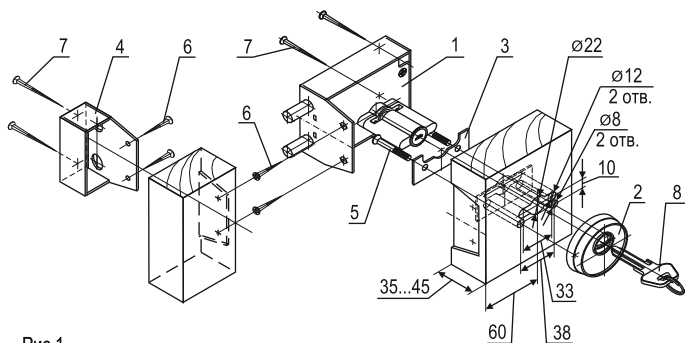

Рис.1
7. Отпирание замка изнутри (см. рис.1) осуществляется поворотом ручки постоянного ключа против часовой стрелки, а снаружи поворотом вставного ключа по часовой стрелке. Для фиксации засова в крайнем закрытом положении изнутри помещения не доверните ручку постоянного ключа до упора (примерно на 30° до полного оборота). В данном случае замок
ПОРЯДОК МОНТАЖА (см. рис.1)
цилиндрикового механизма, в соответствии с рис.1).